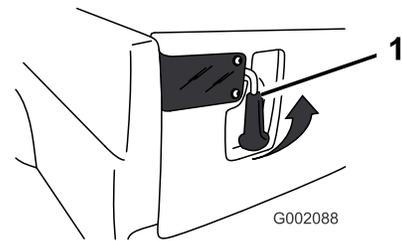

図 29
1. テールゲートを開くには、ラッチを上に戻す (図 29)。スプリングの働きでラッチは内側に飛び出てくるので、注意しながらテールゲートを降ろす。